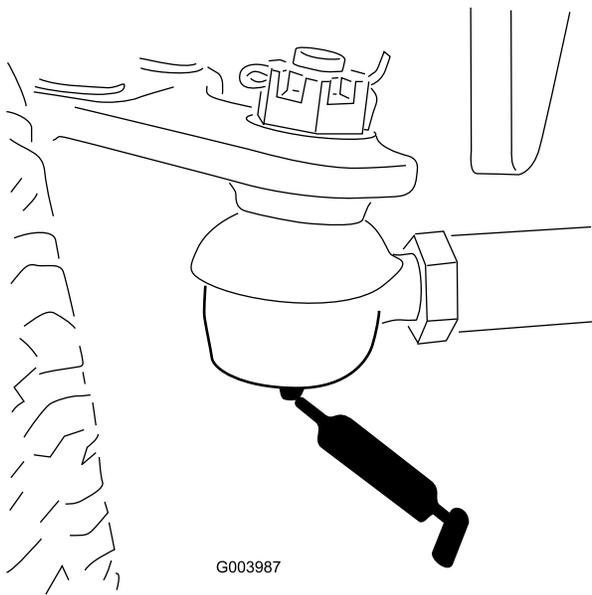

Figura 108
- Tirante del ponte posteriore (2) (Figura 108)